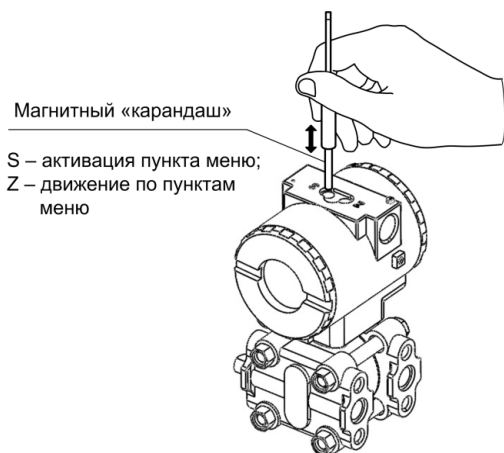

Рисунок 6.2 – Элементы локальной настройки
- снять верхнюю крышку и вставить магнитный «карандаш» в отверстие S (рисунок 6.2), при этом произойдет переход прибора в режим настройки параметров работы (на дисплее отображается один из пунктов меню);